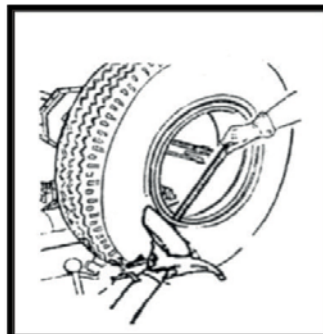
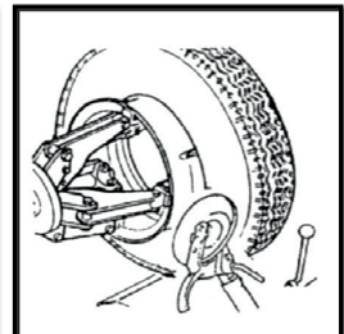

Рис. 10-14
Рис. 10-15
5. Согласно рис. 10-14, подцепите край разъемного кольца монтировкой, и, удерживая его, подведите диск для отрыва борта под образовавшийся зазор между кольцом и диском колеса. Вращайте колесо против часовой стрелки, чтобы полностью снять разъемное кольцо.
7. Переведите инструментальную консоль (9) в исходное положение, а затем – к внутренней стороне колеса.
9. Установите диск как можно ближе к шине, отделите половину окружности шины от диска колеса (рис. 10-15).
11. Опустите консоль зажимного устройства, чтобы установить колесо на платформу (17). Демонтаж шины завершен.